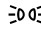

Fig. 103 Tableau de bord : commande des feux.
- Mettez le contact et sélectionnez le mode **AUTO** sur la commande d'éclairage >>> **fig. 103**.
- Désactivez le mode **AUTO** sur la commande d'éclairage >>> **fig. 103**.